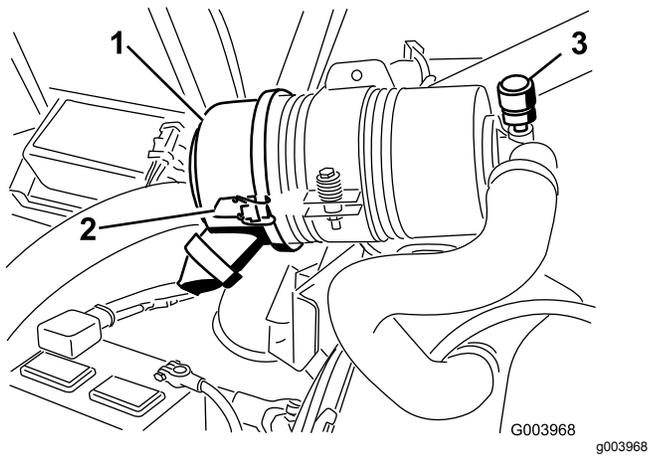

图51
仅在维护指示器图51要求时维护空气滤清器滤芯。在必须更换之前更换空气滤清器只会增加灰尘在滤清器拆下时进入发动机的几率。
1. 松开将空气滤清器盖固定到空气滤清器壳体上的搭扣图51。